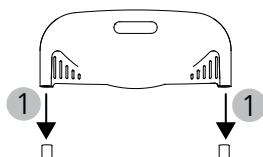

Abb. 3
3. Abschließend wird die Rückenlehne bis zum Anschlag auf die Rückenrohre geschoben (Abb. 3, 1).